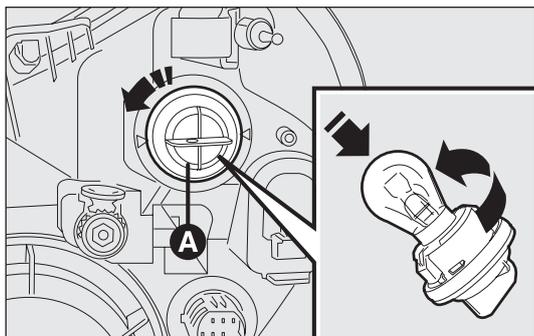

fig. 185
- ruotare in senso antiorario il portalampada A-fig. 185 ed estrarlo;